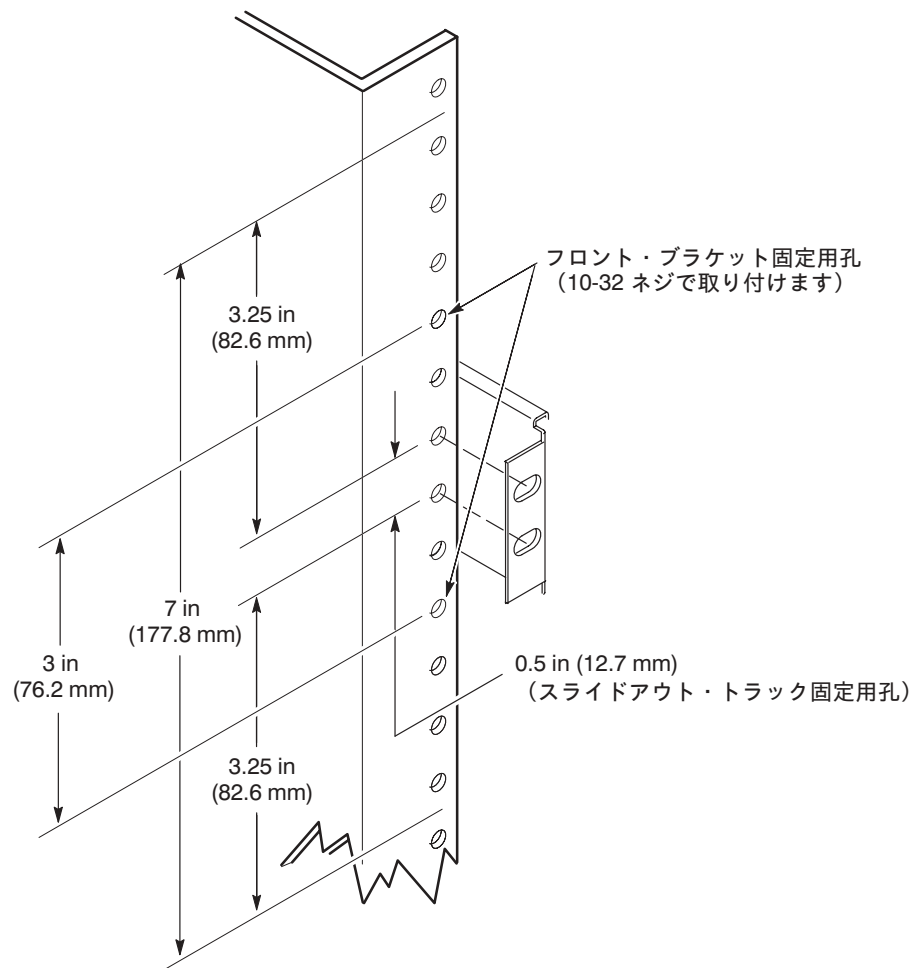

図 8: スライドアウト・トラックを取り付けるときの垂直方向クリアランス
- a. 取り付け位置の選択：スライドアウト・トラックを取り付けるラック・レールの13mm（ $\frac{1}{2}$ インチ）間隔の2つの孔を決めます。その際、上下に82.6 mm（ $\frac{3}{4}$ インチ）ずつ、全体で178 mm（7インチ）の機器が入るスペースがあることを確認します（図8 参照）。